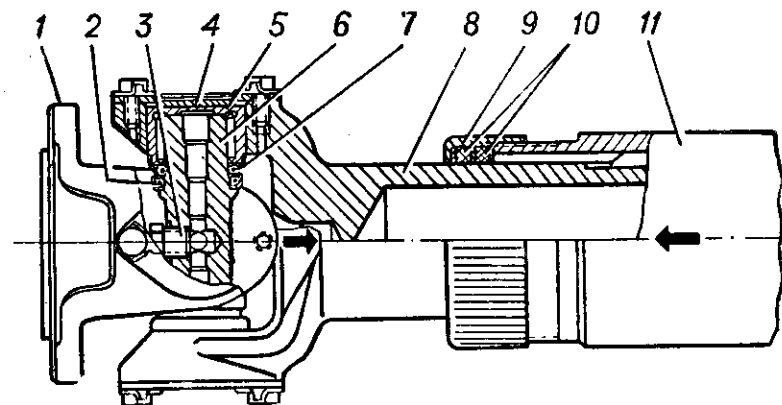

Рис. 39. Карданный вал с герметичными шарнирами:
Задний, передний и промежуточный карданные валы, а также карданные валы привода дополнительных колес снабжены герметичными шарнирами, которые не имеют ни масленки, ни предохранительного клапана. В центральное отверстие крестовины 6 (рис. 39) ввернута пробка-заглушка 3. В гнезде обоймы подшипников установлено уплотнительное кольцо 7, предохраняющее полость подшипников от грязи и утечки масла.
2. Отогните стопорные пластины, отверните болты и, постукивая медным молотком по фланцу 1 (см. рис. 39) и вилке 8, выбейте подшипники 5 с шипов крестовины 6, отверните пробку-заглушку 3, промойте подшипники и каналы крестовины в керосине и просушите.